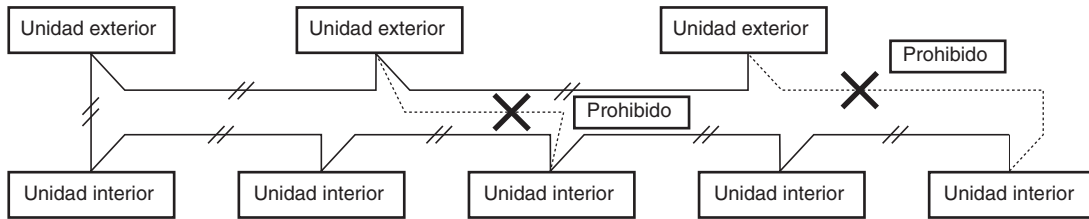

Fig. 4-3
- (2) No instale los cables de control entre unidades de forma que se cree un bucle. (Fig. 4-3)